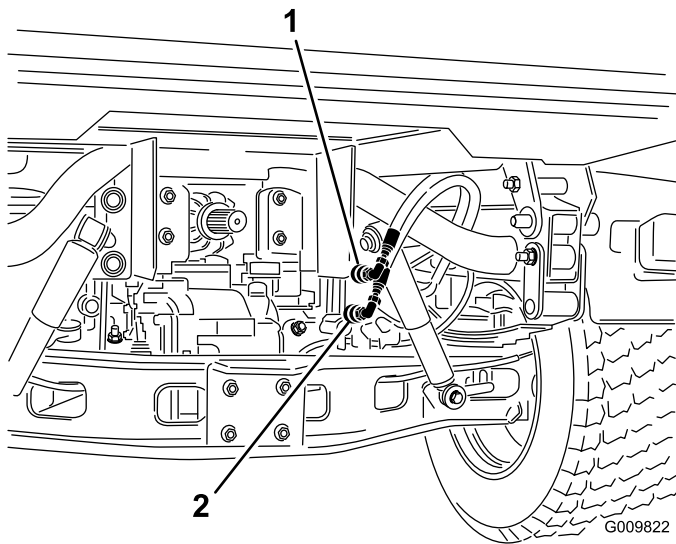

Figura 92
2. Desligue, em ambos os veículos, as 2 mangueiras de acoplamento rápido das mangueiras ligadas ao suporte do acoplamento (Figura 92).